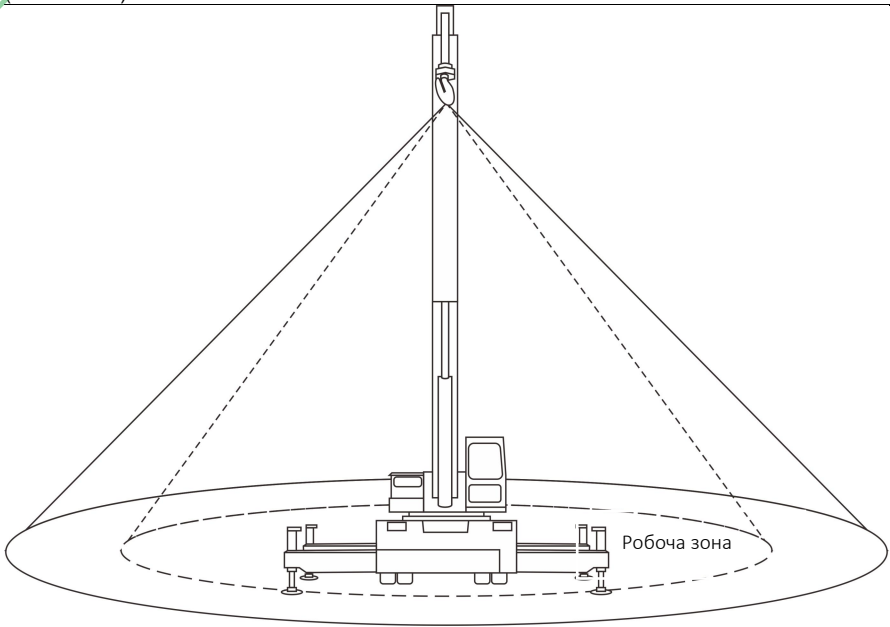

Рисунок 2
- Не перебувайте в межах 0,5-1 м від зони підймання! Під час підймальних робіт нікому не дозволяється перебувати під стрілою крана або робочим майданчиком. Див. рисунок.2.